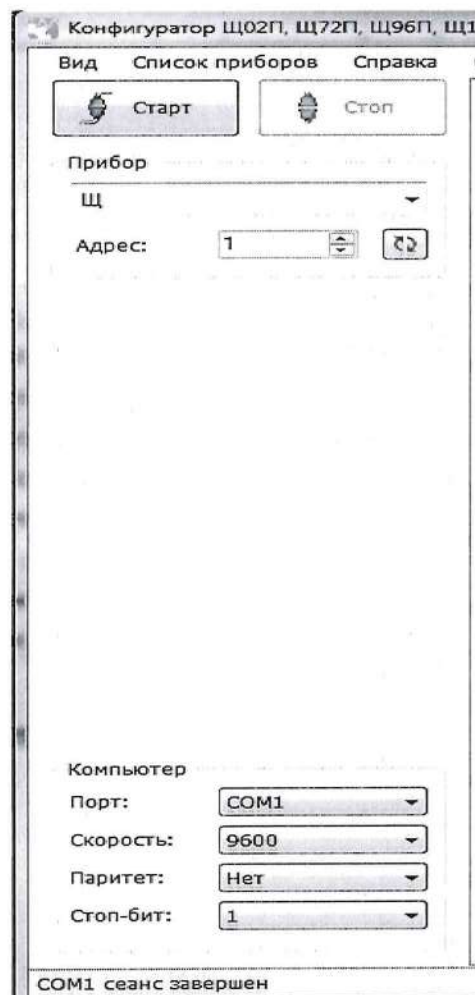

Рисунок 3 – Запуск программы configurатора
3.8.2 Для запуска программы configurатора (после успешной авторизации пользователя) необходимо выбрать тип прибора (например: Щ), адрес прибора (при первом запуске адрес по умолчанию - 1) и задать следующие параметры соединения (рисунок 3): порт связи; скорость обмена данными; паритет; количество стоп-бит; адрес прибора.